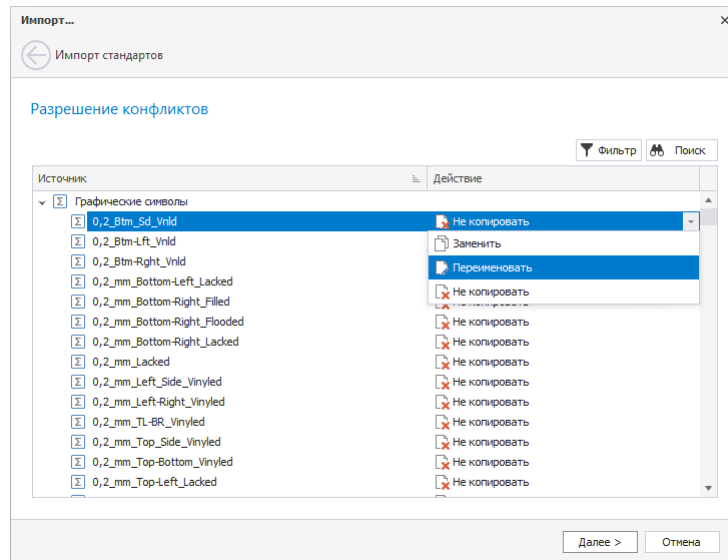

Рис. 20 Разрешение конфликтов при импорте стандартов
6. Разрешите конфликты импорта стандартов в случае, если они возникли. Для каждого конфликтующего типа данных доступны варианты: «Заменить», «Не копировать» и «Переименовать» (импортировать с измененным именем), см. Рис. 20.